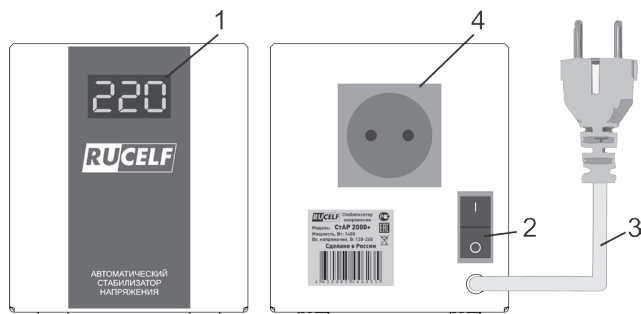

Рис. 1. Органы управления стабилизатора
- Включить вилку питания прибора в розетку сети 220 В (рис.1, п. 3).
- Включить изделие выключателем, (рис. 1, п. 2).
- На дисплей (рис. 1, п. 1) пойдет отсчет времени 5 секунд, после чего отобразится выходное напряжение.
- Выключить изделие выключателем (рис. 1, п. 2), подключить потребитель в сетевую розетку стабилизатора (рис.1, п. 4).
- Включить изделие выключателем (рис. 1, п. 2).